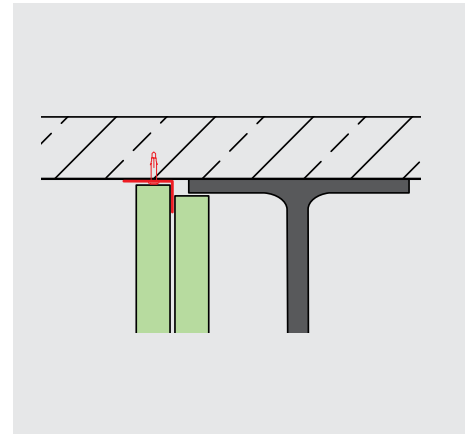

Abb. 8: Anordnung Winkelprofil an Decke
2. Plattenlänge 120 cm eingehalten, ansonsten Winkelprofil an Decke gedübelt (Abb. 8), dann Plattenlänge bis 200 cm möglich	○